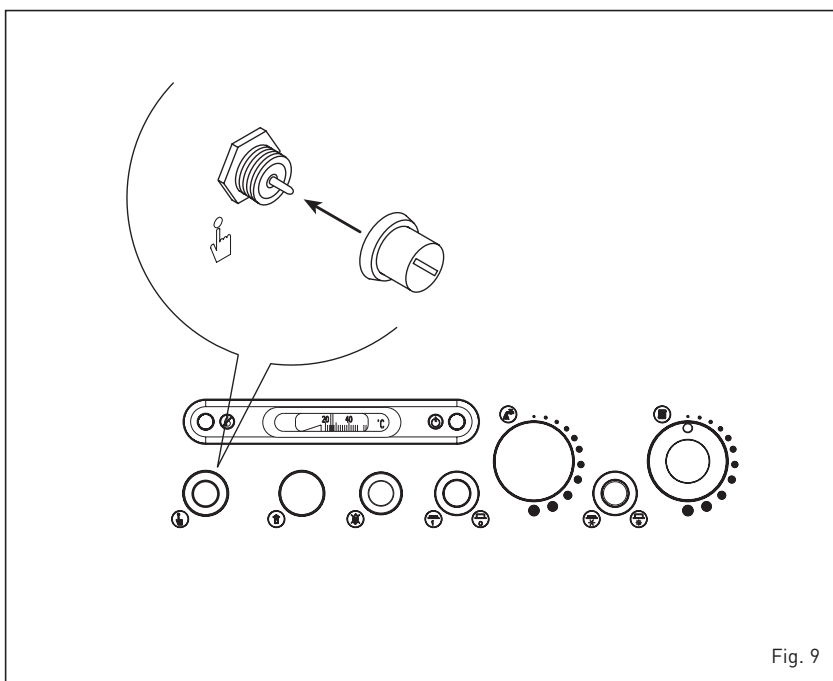

Fig. 9
3.2.3 Aquastat de sécurité (fig. 9)